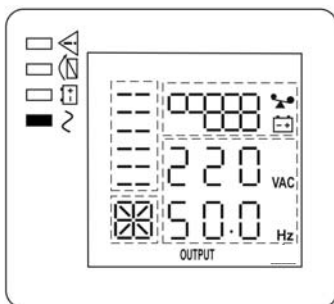

Рисунок 9 — состояние ЖК-дисплея и индикаторов в режиме «ОСНОВНОЙ»
- Включите изделие комбинацией кнопок  +  (см. п.1 таблицы 2). Изделие выполнит автоматическое самотестирование, определит качество входного сетевого напряжения и уровень нагрузки. Процесс самотестирования сопровождается последовательным включением/выключением всех индикаторов. После самотестирования изделие перейдет в режим «ОСНОВНОЙ» и продолжит заряд АКБ. Индикатор «БАЙПАС» погаснет, а индикатор «ИНВЕРТОР» включится (см. рисунок 9).
- Включите нагрузки. Если нагрузок много, необходимо включать их последовательно, одну за другой, на ЖК—дисплее отобразится уровень нагрузки (см. рисунок 9).
Вновь подать сетевое напряжение. Изделие должно автоматически перейти в режим «ОСНОВНОЙ» (см. рисунок 9), либо в режим «ЭКО», если параметр ESO включён (см. Приложение 2, описание настройки параметров изделия).